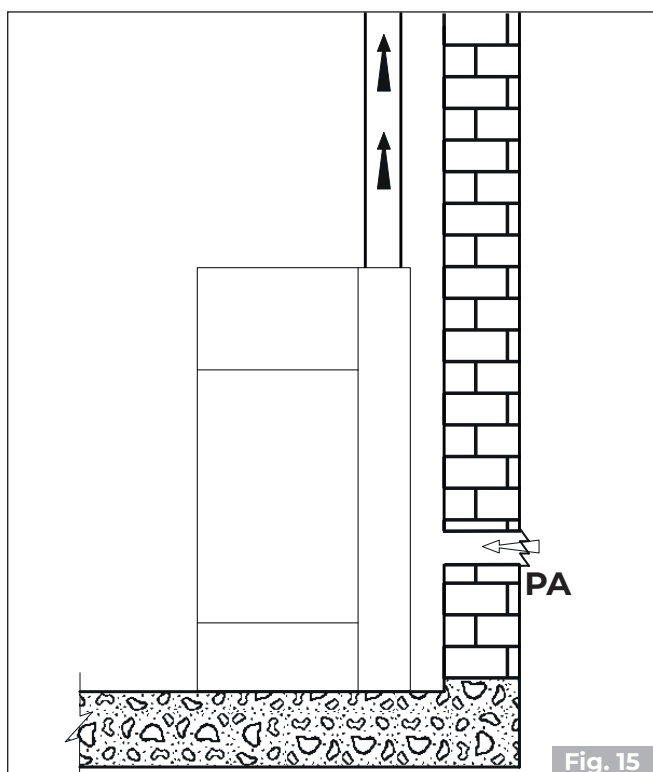
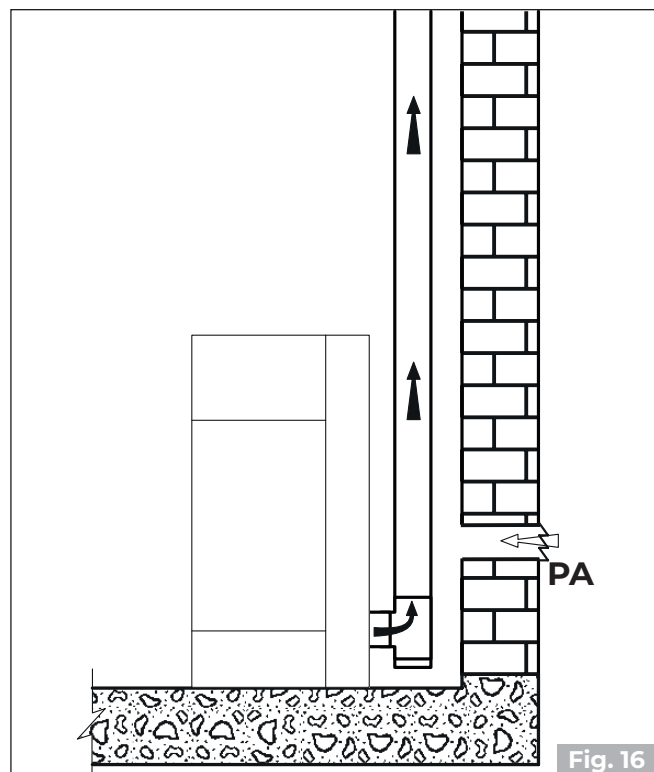

Fig. 15
Fig. 16
- lahko prihaja iz prostora namestitve ali ustreznih sosednjih prostorov (**Fig. 15 - Fig. 16**).
Ustvarite dovod zraka na steni (Fig. 15 in Fig. 16 – PA = dovod zraka) in pustite napravo, da sesa zrak iz prostora, pri čemer pazite, da del valovite cevi, če je na voljo, priključite na dovodno cev za zrak, ga pritrdite s trakom in rahlo prepognite navzdol, da preprečite morebitne resonančne učinke.